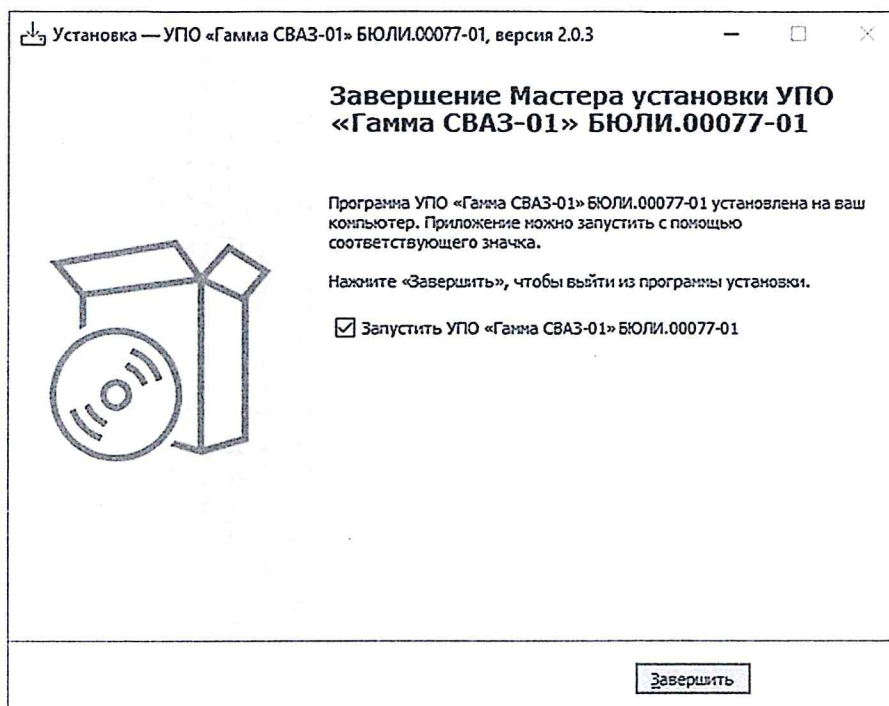

Рисунок 19 – Окно завершения установки программы
– после завершения установки появится окно, в котором нужно нажать кнопку «Завершить» (рисунок 19), после чего откроется главное рабочее окно программы.